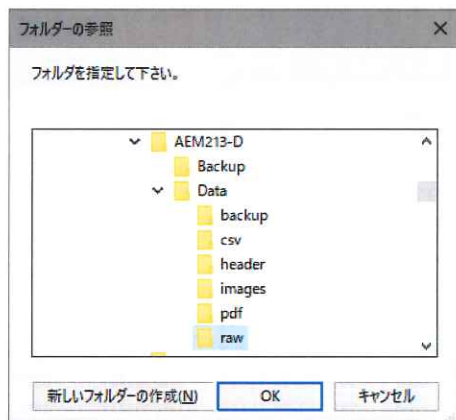

図 3.15 フォルダの指定
- (2) [データ保存] ボタンをクリックすると保存先フォルダーを指定するダイアログが表示されますので、ファイルを出力するフォルダーを指定してください。(図 3.15)